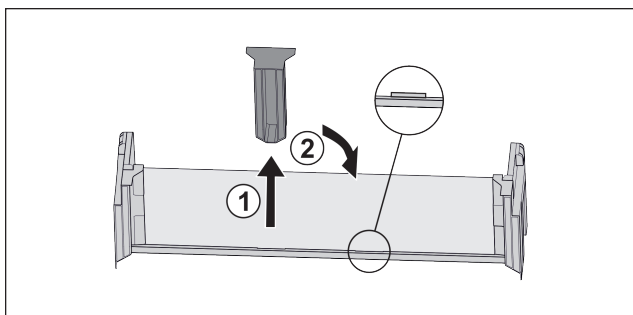

Fig. 20
- ▶ Wyciągnąć środkowy element trzymający Fig. 20 (1).
- ▶ Włożyć środkowy element trzymający na środkowej pozycji Fig. 20 (2).